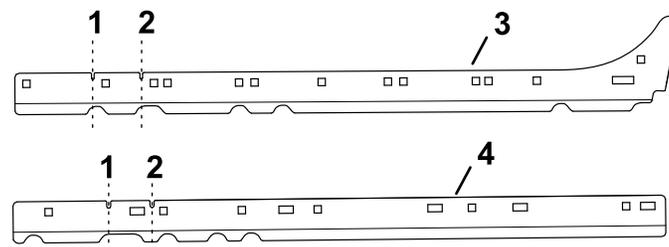

Figure 2
3. Coupez les jupes de protection à la longueur correspondant à la taille spécifique du tablier, comme montré à la Figure 2. Coupez les jupes de protection au premier cran pour les tabliers de 132 cm (52 po) ou au second cran pour les tabliers de 122 cm (48 po).